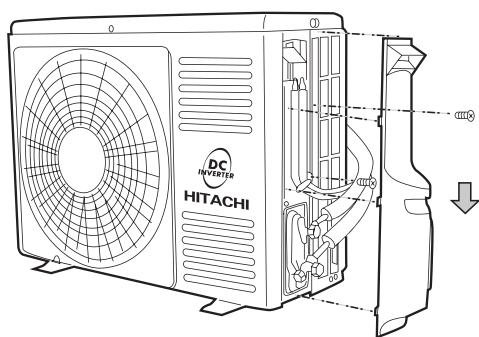
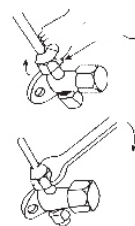

图35
图36
- (1) 将右侧板上边盖拆开。（如图35）
- (2) 将截止阀密封帽拆开。
- (3) 在截止阀与管的喇叭口处涂少许润滑油，然后按图36所示拧紧纳嘴。
- (4) 按图36所示用扳手牢固地将纳嘴扳紧，扭矩力按表（6）规定执行。